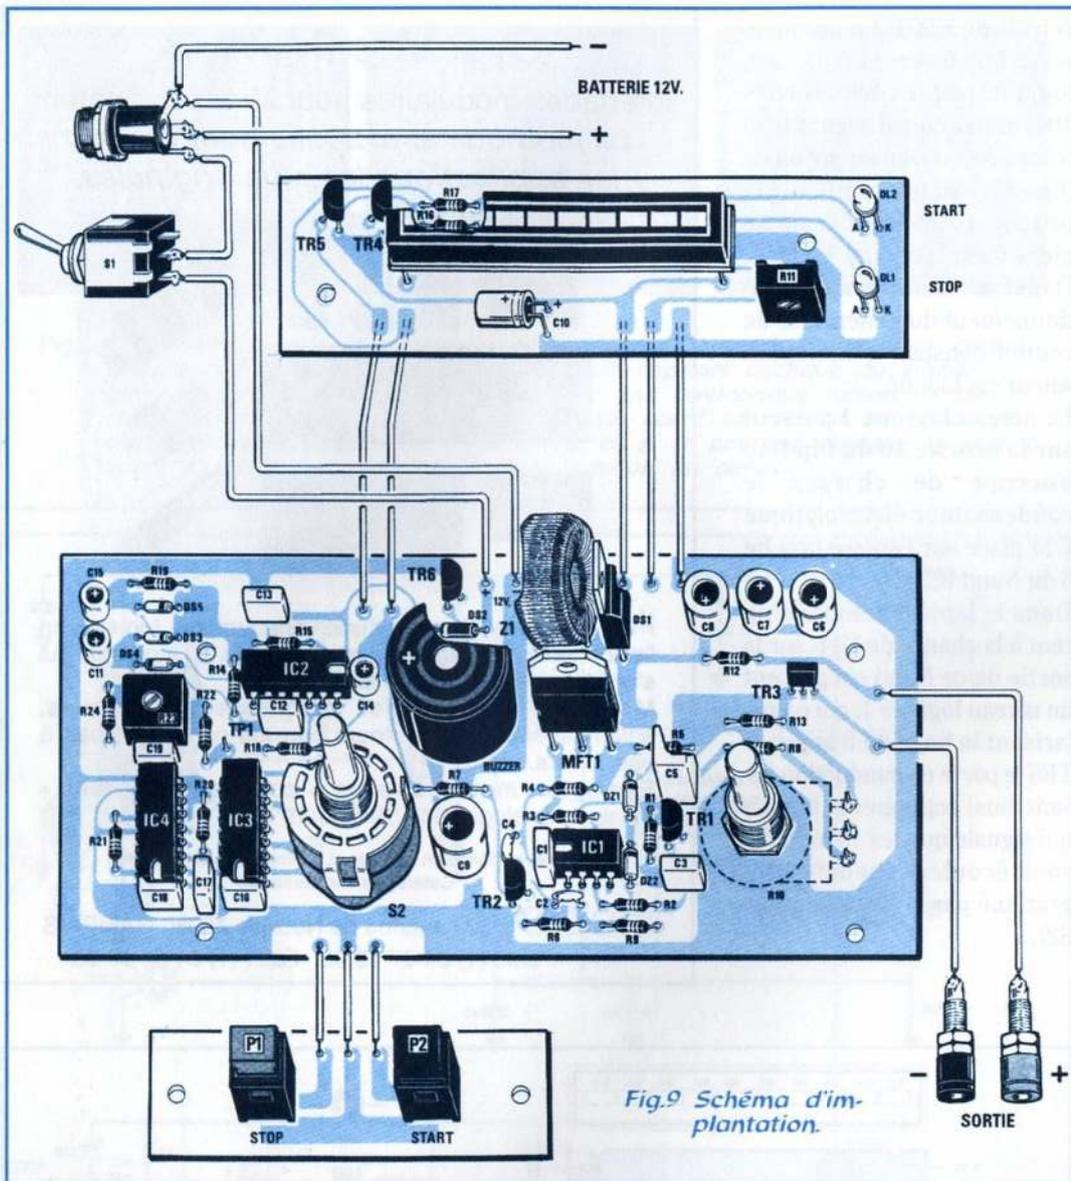

Fig.9 Schéma d'implantation.
Sur la platine LX.1214 monter les composants conformément au schéma d'implantation reproduit en fig.9.
A proximité du buzzer, monter la diode silicium DS2 (corps plastique), bague blanche orientée vers la gauche. Les diodes DS3-DS4-DS5 (corps en verre) verront leur bague noire dirigée selon la fig.9.
Placer les transistors TR1-TR2-TR6 méplat dirigé vers la gauche (voir fig.9).
Placer sur leurs supports respectifs les circuits intégrés encoche de référence en U orientée selon la fig.9.
Sur le circuit imprimé LX.1214/B monter les composants conformément à la partie supérieure du schéma d'implantation reproduit en fig.9..
La broche la plus longue correspond à l'anode (A) qui selon la fig.9 est orientée vers l'intérieur.